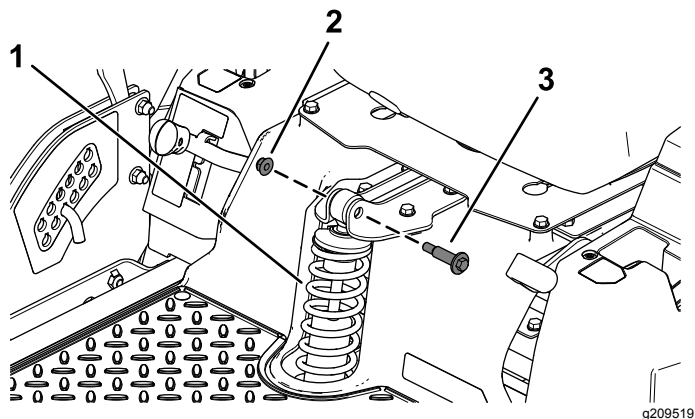

Figura 2
2. Togliete i 2 bulloni di spallamento e i 2 dadi flangiati ($\frac{3}{8}$ ") che fissano la molla anteriore esistente (Figura 2).
3. Rimuovete la molla anteriore esistente (Figura 2).
Installate la nuova molla anteriore utilizzando i 2 bulloni di spallamento precedentemente rimossi e i 2 dadi flangiati ($\frac{3}{8}$ ") come illustrato nella Figura 2.